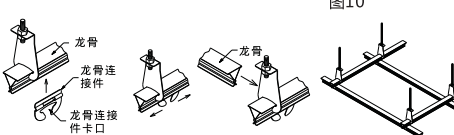

图12
- 4.将龙骨连接件卡入龙骨卡槽内，龙骨连接件可沿龙骨移动，自由调节位置，再将另一根龙骨套入连接件卡槽内(图12所示)；